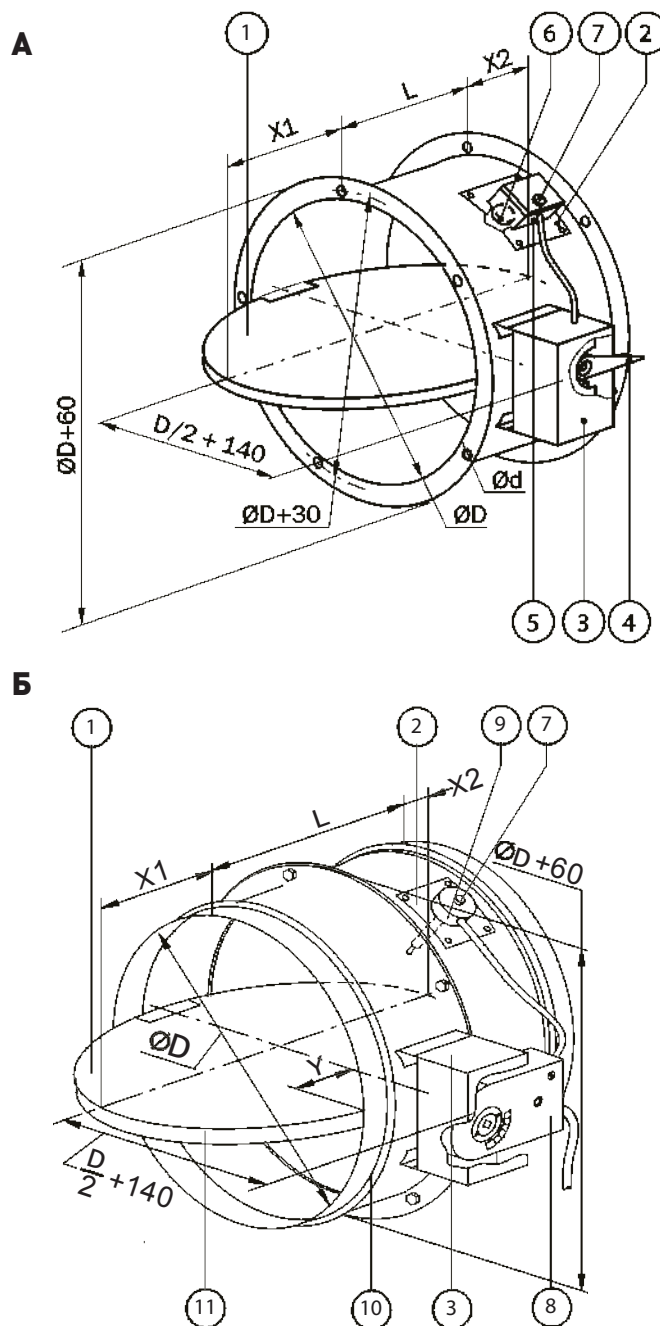

Рисунок 12. Конструкция и основные размеры клапанов (мм):
- T1** – термодатчик (6 на рис.12) установлен в нормально открытом положении (разомкнут);
Ниппельный клапан монтируется путем вставки его соединительных ниппелей в ответные отверстия (раструбы) воздухопроводов (взаимное перекрытие должно обеспечивать закрытие уплотнительного кольца см. рис.12, поз.10). Для фиксации соединения допускается использование герметика и установка саморезов.
- T1 – термодатчик (6 на рис.12) установлен в нормально открытом положении (разомкнут);